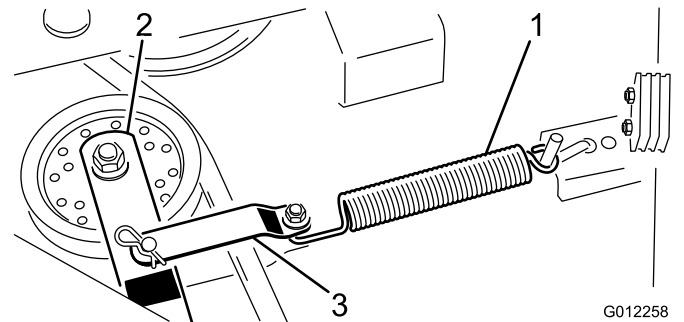

Figura 22
2. Desenganche el muelle del brazo de la polea tensora soporte para aliviar la tensión de la correa (Figura 22). Retire el pasador y la chaveta que fijan el soporte del brazo tensor al brazo tensor.
- 7. Instale el soporte del brazo tensor en el brazo tensor con el pasador y la chaveta (Figura 22). Enganche el muelle en el soporte del brazo tensor. Para asegurarse de que la correa de transmisión tiene la tensión correcta, el muelle debe extenderse a una longitud de aproximadamente 18 cm. Si el muelle no se extiende a esta longitud, reposicione la varilla del muelle en otro taladro más alejado de la correa.